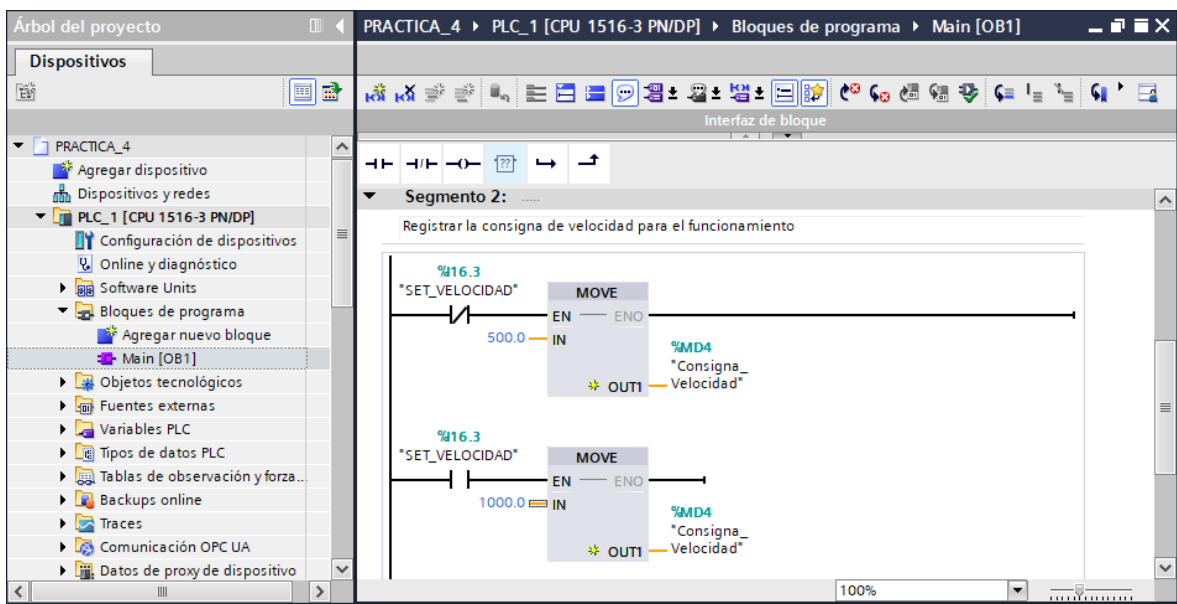

Figura 33. Configuración de consigna de velocidad.
- En el segundo segmento se realizará la configuración para ingresar la velocidad de funcionamiento del motor, por defecto se dejará la velocidad en “500 rpm” y en el caso de habilitar la entrada digital “I16.3” la velocidad de funcionamiento será de “1000 rpm” (ver Figura 33).